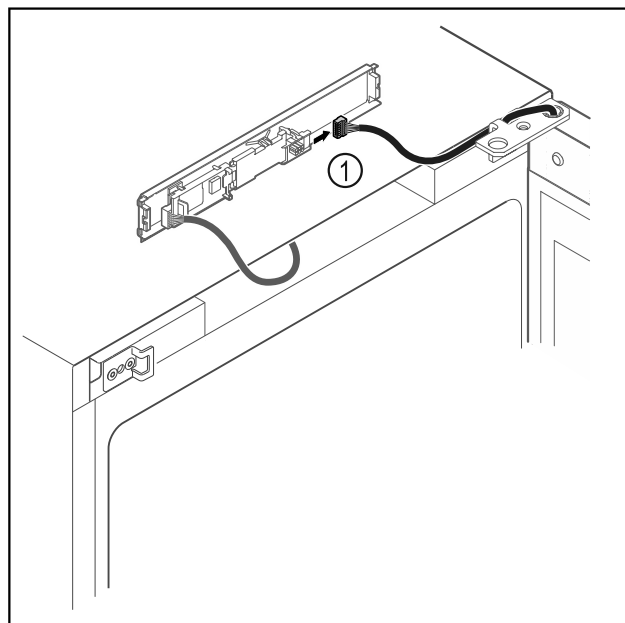

Fig. 14
- Отсоедините штекер Fig. 14 (1) от панели.